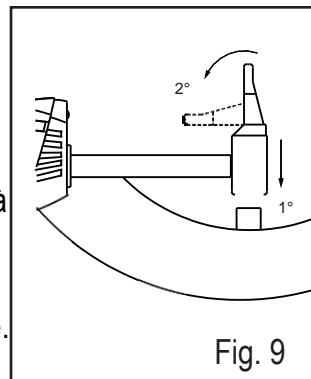

Fig. 9
33. Fatto questo posizionare semplicemente l'ugello dell'aria sulla valvola del pneumatico. Premere la leva dello spinotto verso il basso per fissarlo in posizione (vedere Fig. 9)